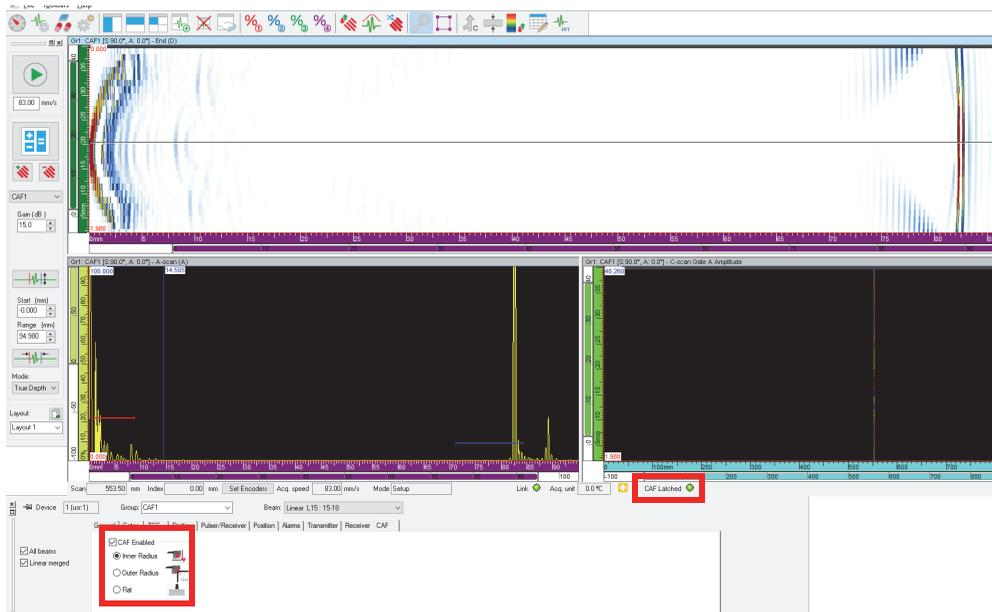

Figura 4-60 Selezione e attivazione del tipo di CAF
8. Nella scheda **CAF** (in **Configurazioni UT**), selezionare la casella **CAF attivato** (CAF Enabled) e in seguito selezionare il tipo di superficie (vedi Figura 4-60 a pagina 159).